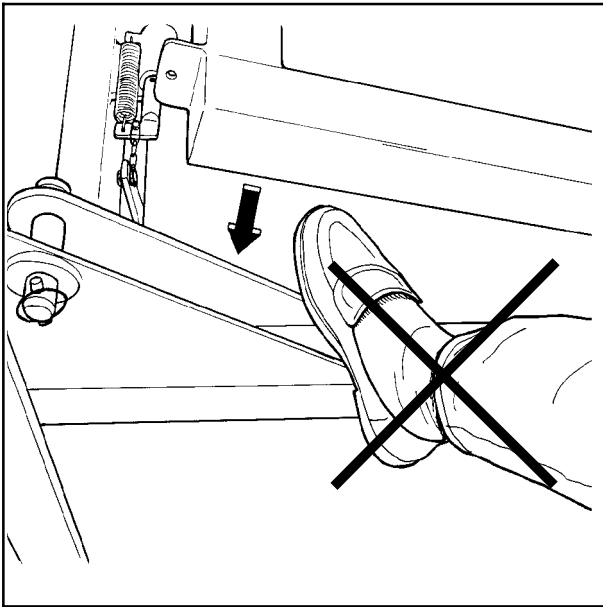

Bild 2-2
2. Nachdem der Ballen eingewickelt und von der Maschine heruntergekippt worden ist, muß der Drehtisch vor dem Wickeln des nächsten Ballens nach unten gesenkt werden. Wenn der Mittelrahmen mit dem Drehtisch nach unten gesenkt wird, kann sich eine Person zwischen dem Mittel- und Hauptrahmen auf jeder Seite und der Rückfront der Maschine einklemmen. Wahren Sie zum Schutz Ihrer Hände und Füße immer einen großen Abstand zu der Maschine (Abb. 2-2).